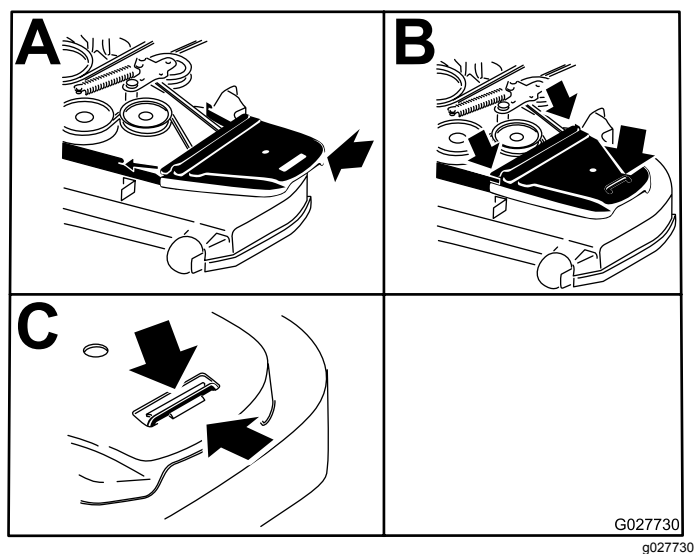

Figure 74
12. Posez les couvercles de courroie (Figure 74).